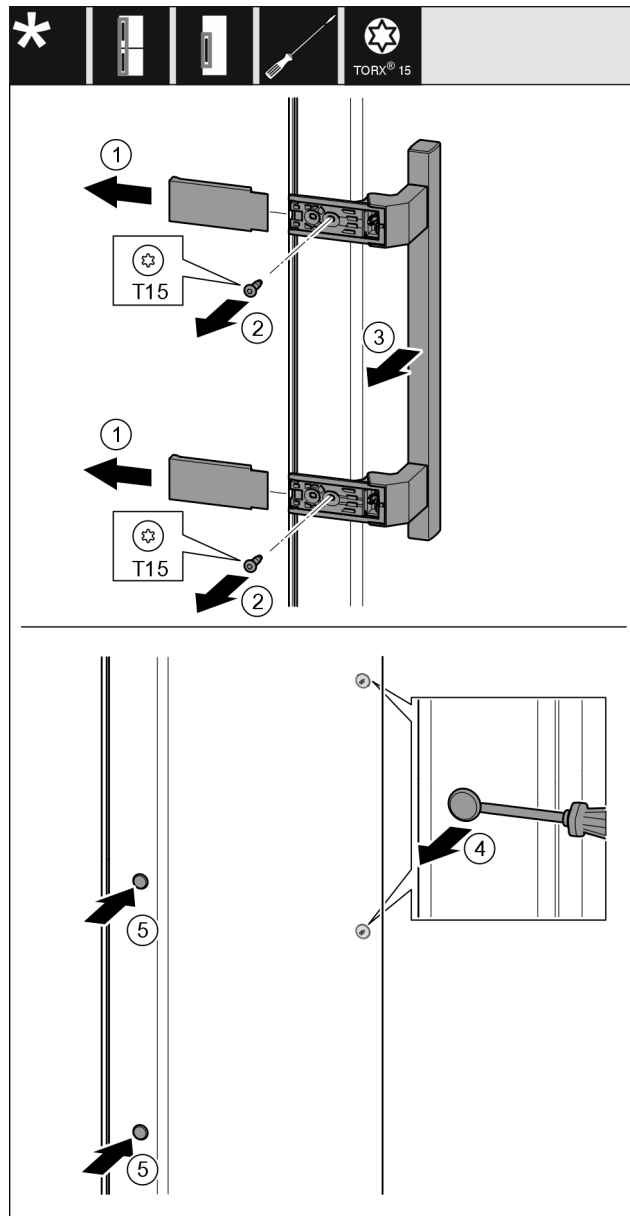

Fig. 40
- ▶ Stáhněte kryt Fig. 40 (1).
- ▶ Šroubovákem vyšroubujte šrouby Fig. 40 (2).
- ▶ Sejměte madlo Fig. 40 (3).
- ▶ Postranní zátku Fig. 40 (4) opatrně plochým šroubovákem nadzvedněte a vytáhněte.
- ▶ Zátku Fig. 40 (5) opět vložte na druhé straně.